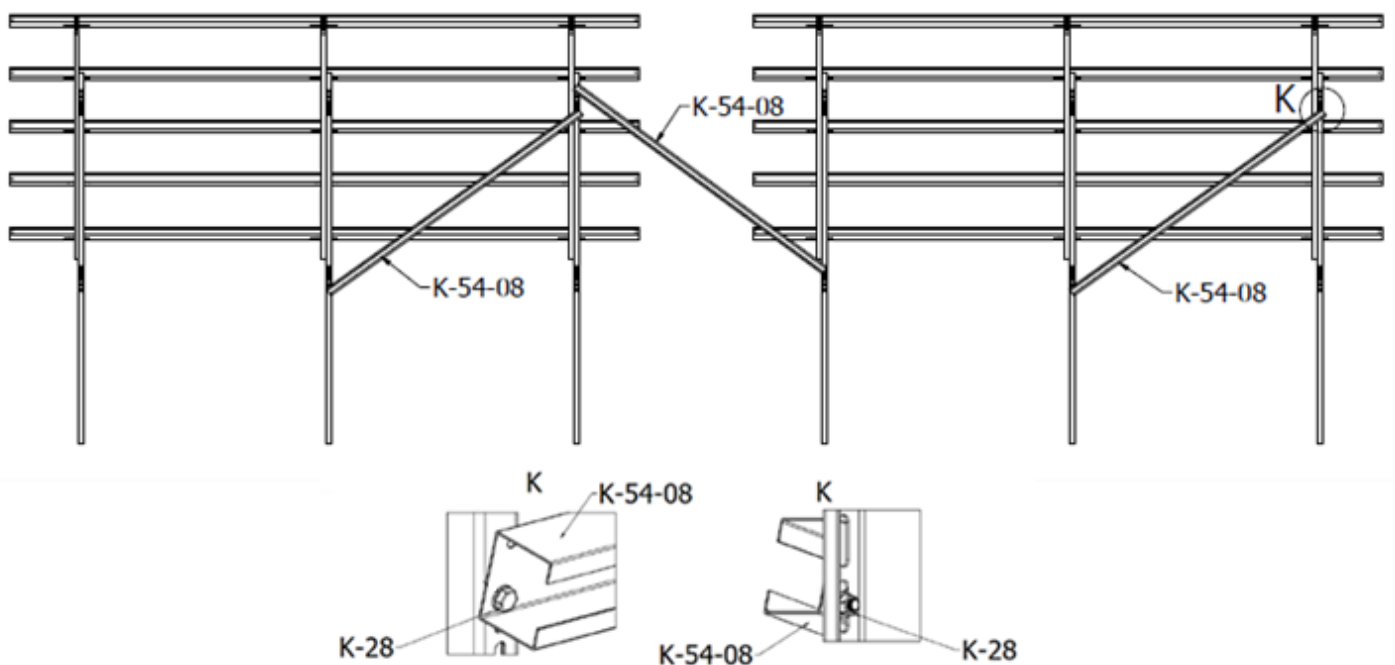

ABB.15 Ansicht der montierten Streben K-54-08 an den Stützen K-54-10/K-54-13
- 12.** Die Streben K-54-08 an der Rückseite der Stützen (K-54-10/K-54-13) in die speziell dafür vorbereiteten Bohlen schrauben. Die Sechskantschraube K-28 von der Seite der Strebe durch die dafür vorbereiteten Löcher einführen, verwenden Sie eines der beiden Löcher auf der gegenüberliegenden Seite und ziehen Sie sie mit einer Mutter K-21 fest. Die Streben K-54-08 sollten immer paarweise in entgegengesetzter Richtung montiert werden (um ein Form V oder Λ zu bilden). **Eine der Streben muss die nicht verbundenen Balkensegmente des Tisches verbinden und eine elektrische Verbindung zwischen den Segmenten sicherstellen.** Eine Ausnahme bildet der Anfang des Tisches, wo eine einzelne Strebe vorhanden ist - Abb. 15.